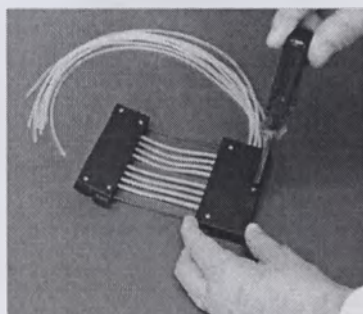

Рисунок 5-42. Завинчивание винтов для крепления крышки
14. Завинтите три винта для крепления крышки верхней части кассеты для диспенсирования, оставляя передний винт слегка незатянутым (рисунок 5-42).